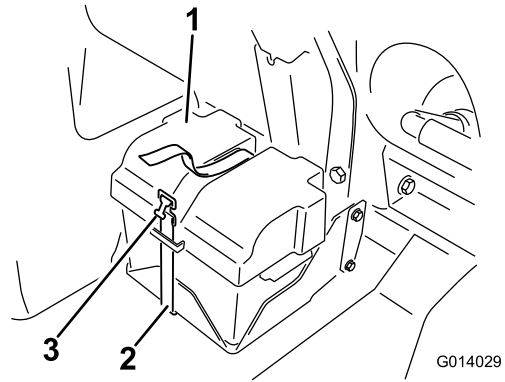

图79
2. 拆下电池盖从电池电极上断开负极黑色接地线图79。
4. 安装电池盖使用之前拆下的箍带将盖子箍紧图79。